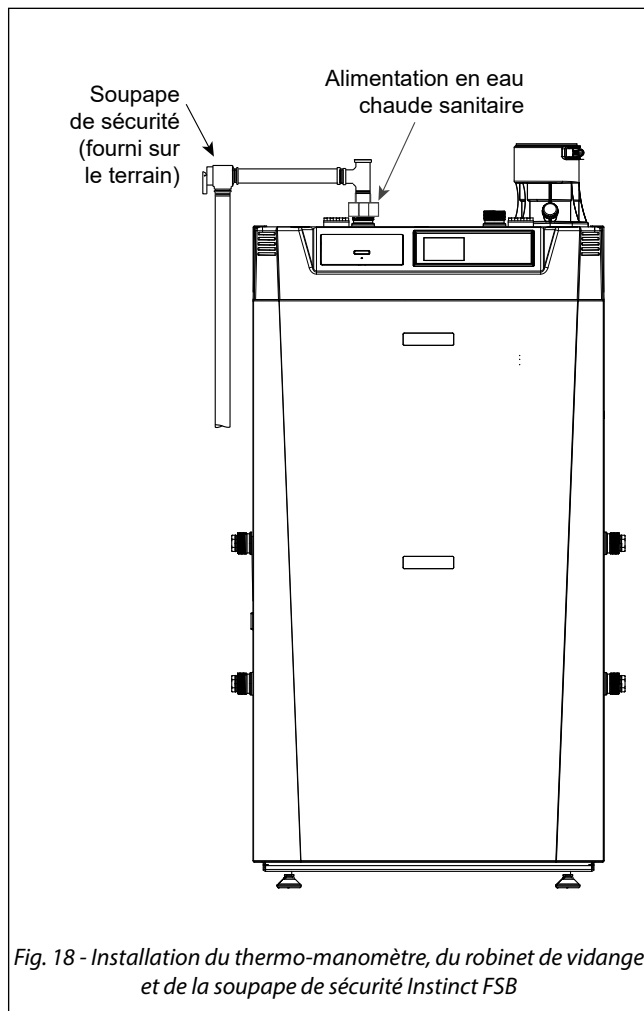

Fig. 18 - Installation du thermo-manomètre, du robinet de vidange et de la soupape de sécurité Instinct FSB
Installez la soupape de sécurité sur la tuyauterie sanitaire, comme illustré dans la figure 18 ci-dessous.
1. La chaudière Instinct FSB n'est pas fournie avec une soupape de sécurité de 150 psi [10 bar] et elle doit être canalisée à l'aide d'une soupape de sécurité raccordée, comme illustré dans Fig. 18